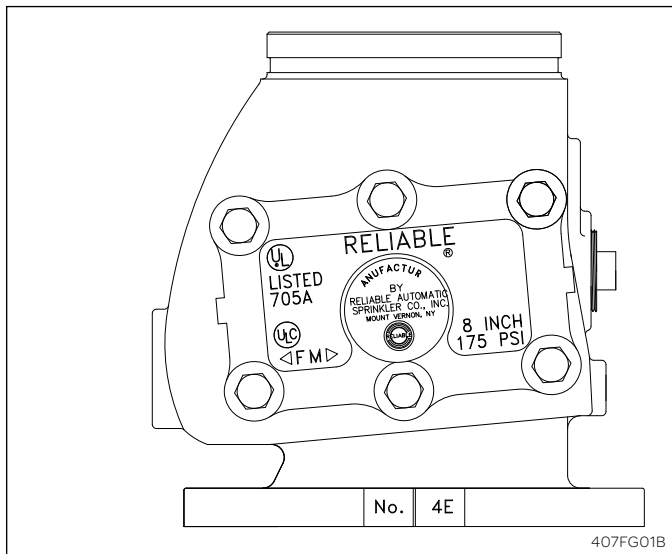

Fig. 1
- b. Entrée à bride et sortie rainurée standard US (Fig. 1) :